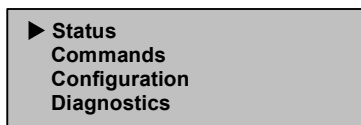

Figure 55 : Menu principal
1. Dans le menu principal, sélectionnez Status (État) (Voir la Figure 55).